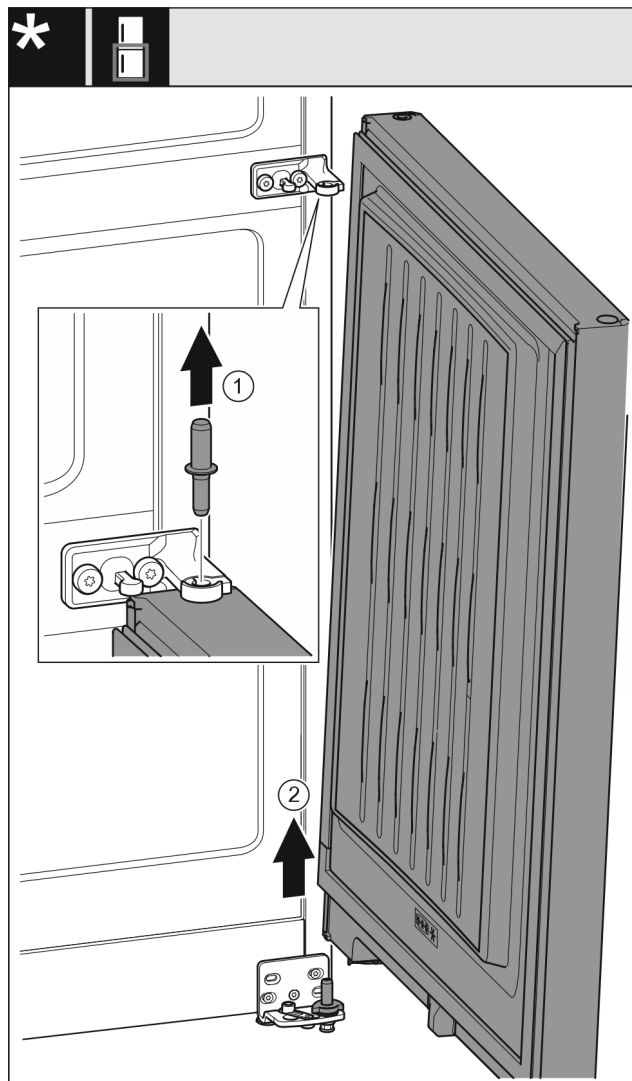

Fig. 11
- ▶ Træk bolten opad og ud. Fig. 11 (1)
- ▶ Sving lågen ud, træk den opad, og stil den til side. Fig. 11 (2)